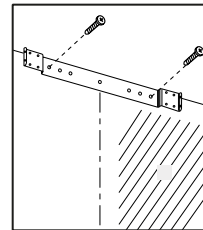

Figura 3
- El soporte del ducto debe instalarse contra el muro posterior a ras con el techo. Este soporte, sujetará la cubierta del ducto de la parte superior en su lugar (Figura 3).